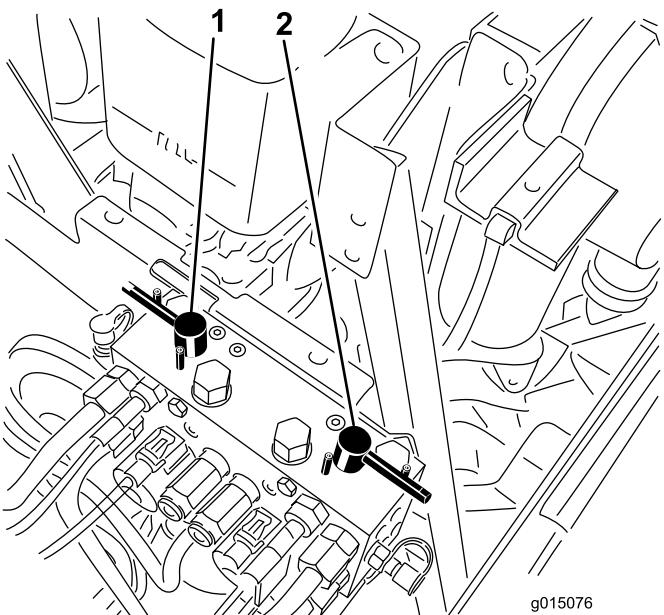

図 103
- バックラップレバーで、前のカッティングユニット又は後ろのカッティングユニット、あるいは両方を選択する図103。